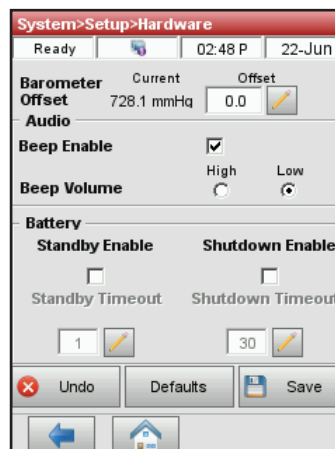

Figura 26. Schermo Gestione sistema> Configurazione> Hardware
3. Nello schermo Hardware, regolare le opzioni hardware come richiesto (Figura 26).